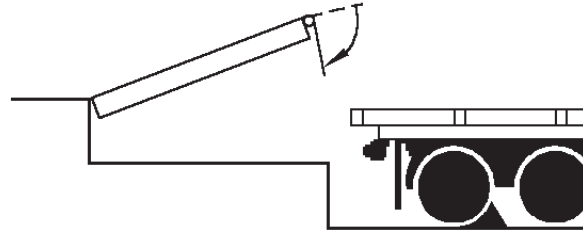

Figure 18
6. Une fois le chargement ou le déchargement terminé, relever la plateforme en appuyant sur le bouton LEVER jusqu'à ce que le hayon soit suffisamment replié pour s'engager sur les crochets de hayon, puis relâcher le bouton. La plateforme revient en position de circulation transversale. Voir Figure 18.